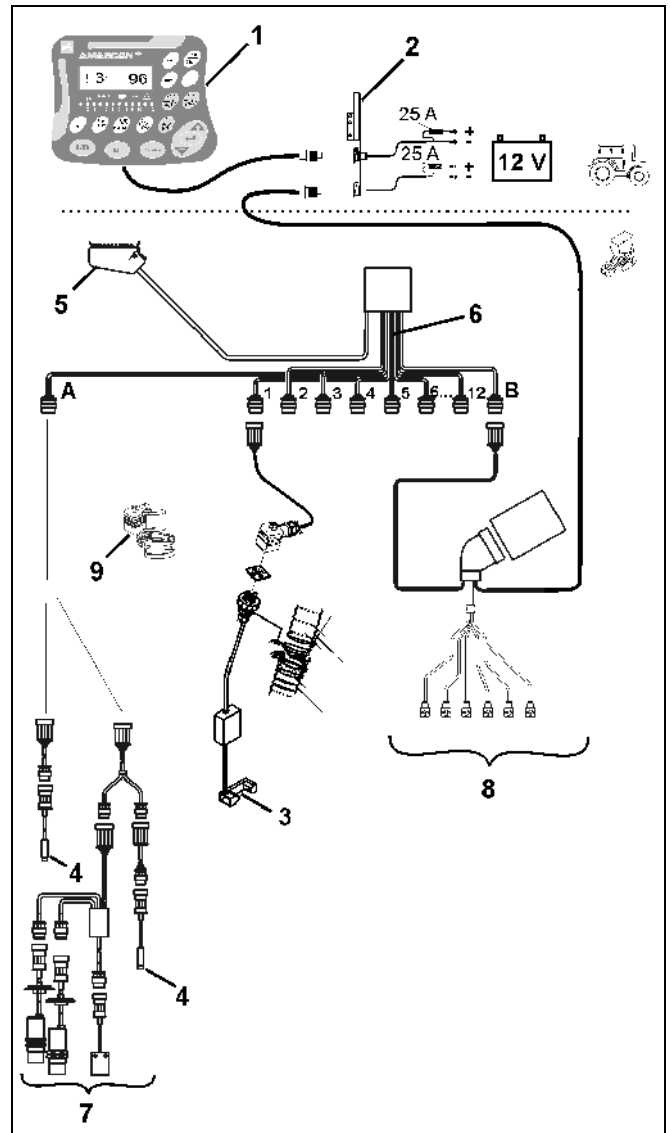

Fig. 3
- Para monitorizar los cuerpos de siembra, cada grano de semilla genera un impulso tras abandonar el plato de alvéolos y franquear el sensor óptico (Fig. 3/3) (barrera de infrarrojos).